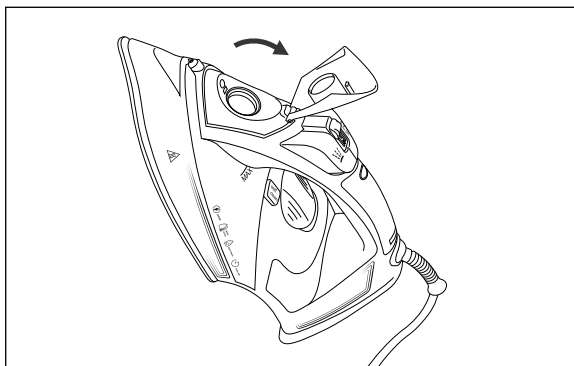

Fig. 3
- 2) Segure o ferro de engomar a vapor inclinado e abra a tampa do orifício de enchimento **Easy-Fill 2** (ver fig. 3).